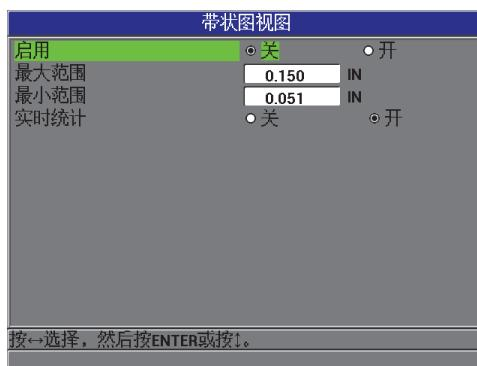

图 5-8 带状图视图屏幕
3. 在带状图视图屏幕中 (参见第 89 页的图 5-8):